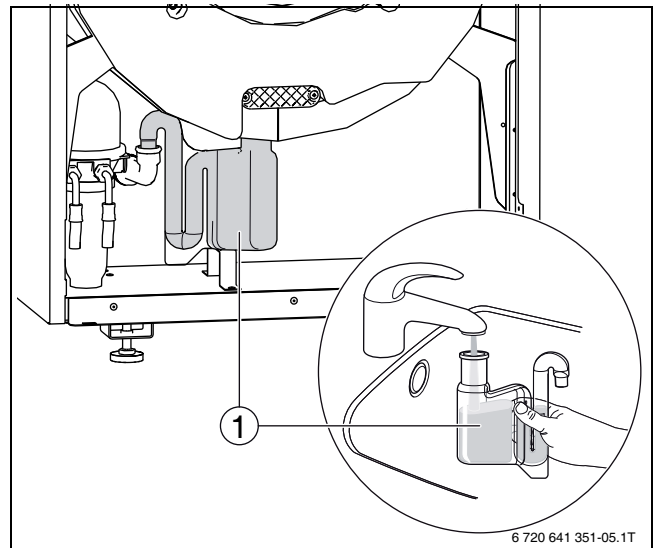

Bild 22 Siphon mit Wasser befüllen
- Siphon (→ Bild 22 [1]) nach oben aus dem Kondensatablaufröhr ziehen.